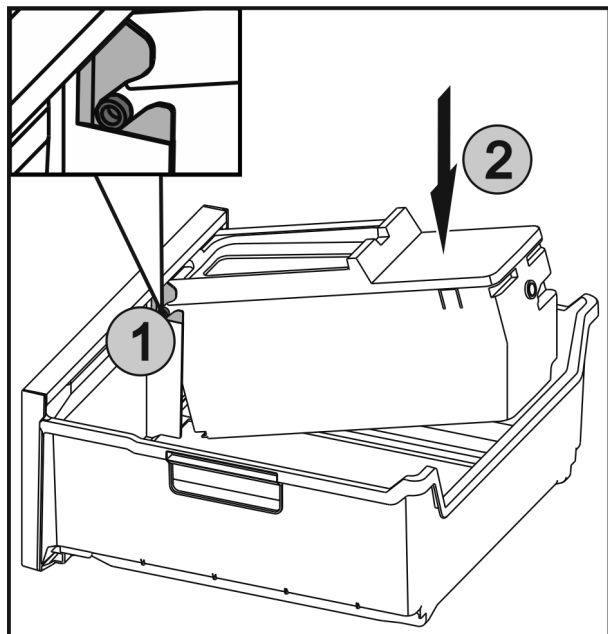

Fig. 42
- ▶ Osie Fig. 42 (1) na EasyTwist-Ice wsunąć w prowadnicę, a tylną stronę wcisnąć, Fig. 42 (2) aż nakładka się zazębi.